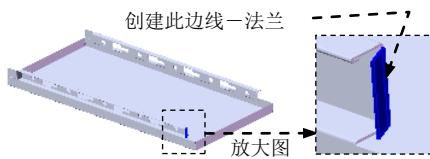
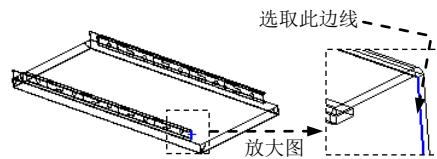

图 17.6.47 创建边线一法兰 19
图 17.6.48 定义特征的边线
Step23. 用相同的方法创建另一侧的边线一法兰 19 (图 17.6.47)，边线法兰的边线如图 17.6.48 所示。详细操作过程参见 Step19。